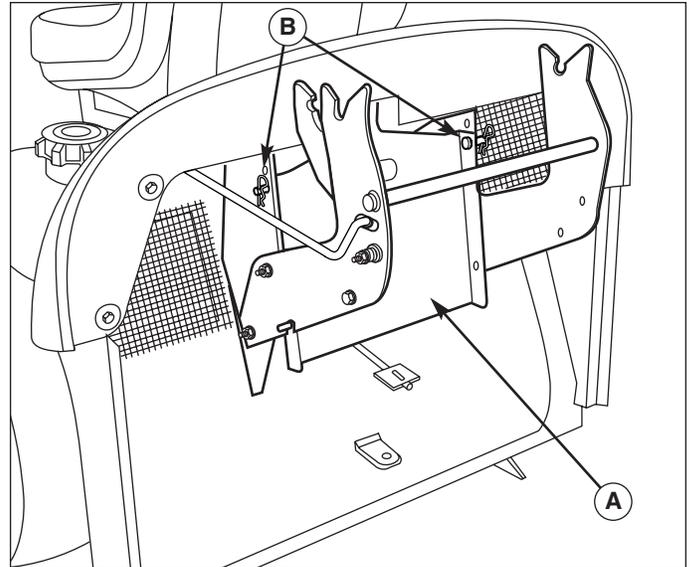

Figure 7. Plaque de déflecteur
6. Installer la plaque arrière (A, Figure 7)